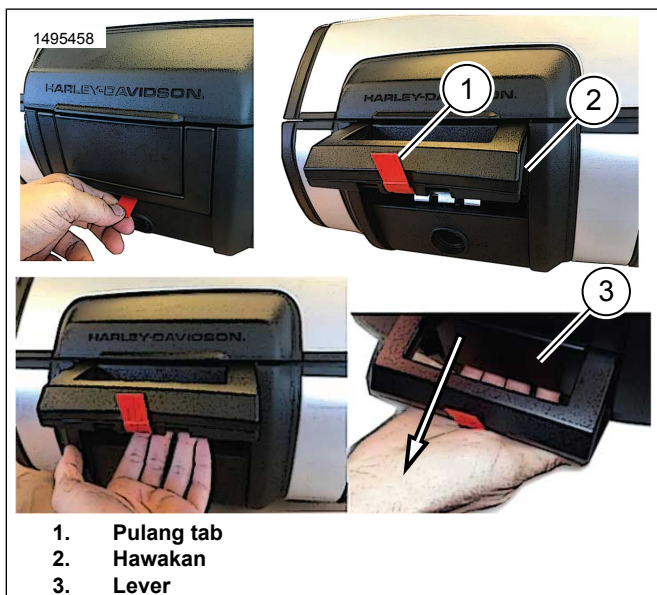
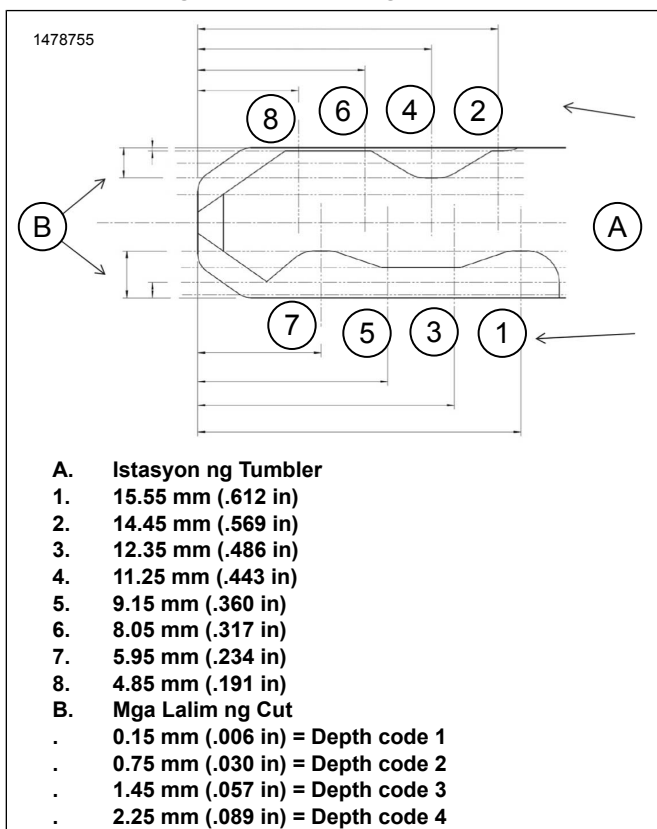

Figure 2. Buksan ang Top Case
Figure 3. Diagram ng Code ng Susi
1. Figure 2 Buksan ang top case at hanapin ang lockset.
- a. Hilahin ang pulang tab (1) upang matanggal ang hawakan (2).
- b. Hilahin ang lever (3) sa ilalim ng hawakan upang mabuksan ang takip.
2. Figure 3 Sa Orihinal na Kagamitan (OE) susi ng sasakyan, tukuyin ang lalim ng cut sa bawat istasyon ng susi.
4. Talahanayan 3 Isulat ang mga code ng lalim ng susi mula sa Figure 3 batay sa mga nasukat na lalim ng cut.